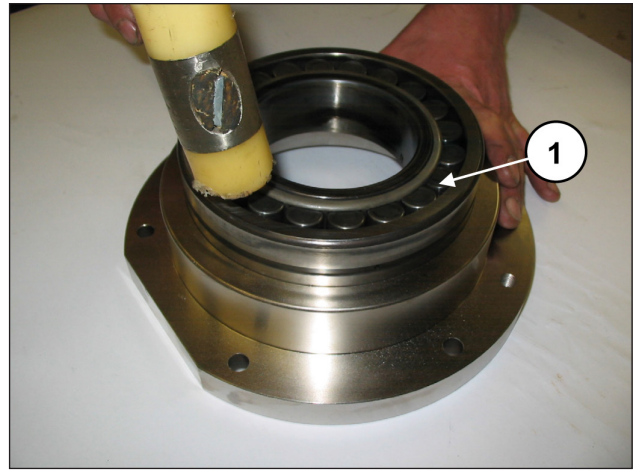
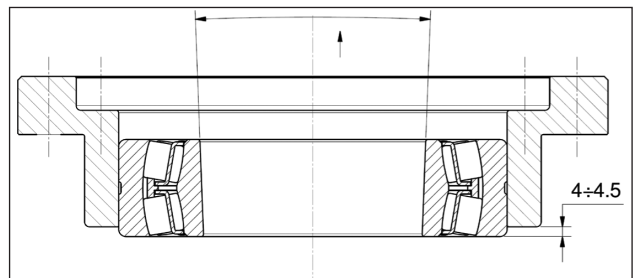

Abb. 69
Abb. 70
Setzen Sie das Lager mithilfe eines Schlagwerks (Pos. ①, Abb. 69) bis auf ein Maß von 4 ± 4.5 mm ein, siehe Abb. 70.
Das Lager in Abb. 70 verfügt über einen konischen Innenring. Vergewissern Sie sich vor Einsetzen der Buchse, dass die Konizität von außen nach innen verläuft.